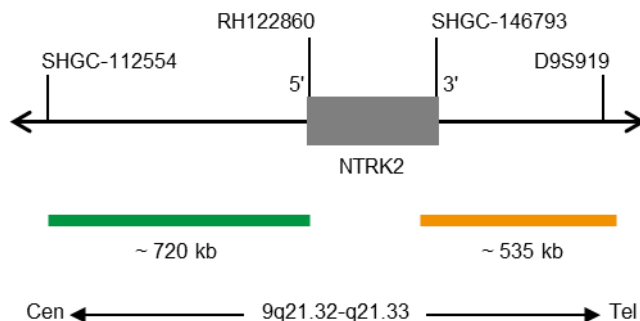

Fig. 1: SPEC NTRK2 Mapa da sonda (não à escala)
- Polinucleótidos marcados com ZyGreen (excitação 503 nm/emissão 528 nm) (~10 ng/ $\mu$ l), que têm como alvo sequências mapeadas em 9q21.32-q21.33\* (chr9:86,569,621-87,287,312) proximais à região do ponto de quebra NTRK2 (ver Fig. 1).
- Polinucleótidos marcados com ZyOrange (excitação 547 nm/emissão 572 nm) (~4,5 ng/ $\mu$ l), que têm como alvo sequências mapeadas em 9q21.33\* (chr9:87,589,037-88,124,082) distal à região do ponto de quebra NTRK2 (ver Fig. 1).